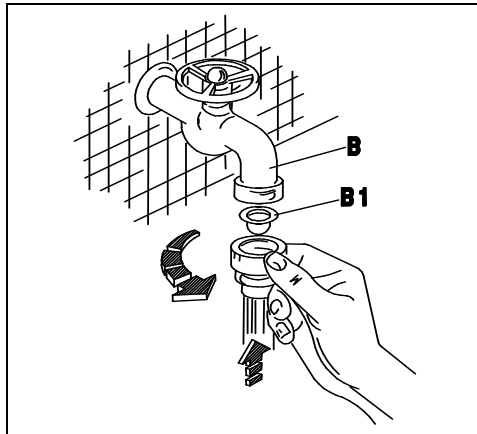
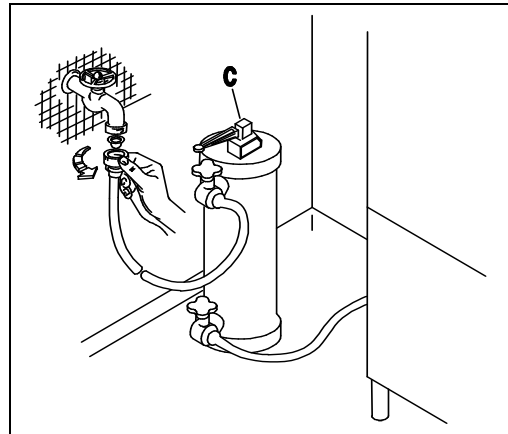
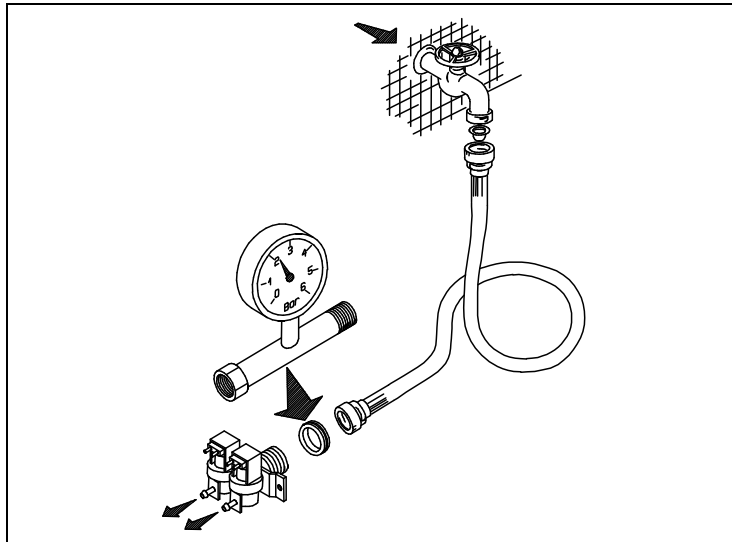
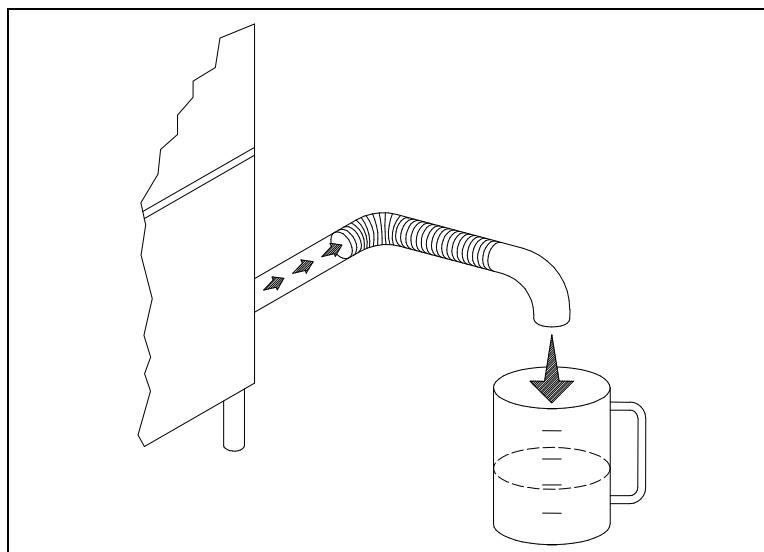

Fig. 2-2
Fig. 2-3
Fig. 2-4
Fig. 2-5
- L'apparecchio è previsto per l'allacciamento all'acqua fredda o calda (max 50 ÷ 55°C), con una pressione a valvola aperta come indicato nella Tab. 2-1. In caso di pressione superiore alla massima consigliata, bisogna installare un riduttore di pressione. In caso di pressione inferiore alla minima consigliata, bisogna installare una pompa di aumento pressione di max 0.5 Hp, con una portata di 20 L/min ed una prevalenza di 15÷20 mt. Il controllo della pressione deve essere effettuato all'ingresso dell'elettrovalvola (ved. fig.2-4). La condotta dell'acqua deve avere un diametro interno di almeno 16/18 mm (ved.fig.2-5). Collegare il tubo di carico acqua dell'apparecchio ad un rubinetto d'intercettazione (B), posto preferibilmente nelle immediate vicinanze dell'apparecchio, interponendo l'apposito filtro in dotazione (B1) (ved. fig.2-2). Per acque con durezza media superiore ai 10/12°F (5,5/7°D) è consigliata l'installazione di un decalcificatore (C) (non in dotazione), montato a monte dell'elettrovalvola della macchina (ved. fig.2-3).
- The appliance is designed for connection to the cold or hot water supply (max. 50 55°C) at a mains pressure with the valve open as shown in Table 2-1 and a minimum output of 10 litres/min. If pressure exceeds the maximum, fit a pressure reducer. If pressure is lower than the minimum, fit a pressure booster pump of max. 0.5 HP, with an output of 20 litres/min. and a head of 15÷20 metres. Pressure must be measured at the solenoid valve inlet (see fig. 2-4). The water pipes must have an internal diameter of at least 16/18 mm (see fig. 2-5). Connect the appliance water supply pipe to a cut-out tap (B), preferably placed close to the appliance, fitting the special filter provided (B1) (see fig. 2-2). For water with medium hardness above 10/12°F (5,5/7°D), installation of a decalcifier (C) (not provided) is recommended, assembled upstream of the machine's electrovalve (see fig. 2-3).
- Das Gerät ist für den Anschluss an Warm-und Kaltwasser (max. 50-55°C) vorgesehen, wobei der Druck bei offenem Ventil dem in Tab. 2-1. Bei höherem Druck als dem empfohlenen einen Druckminderer installieren. Bei niedrigeren Druck als empfohlen eine Druckerhöhungspumpe mit max. 0,5 PS , einer Förderleistung von 20l/min und einer Förderhöhe von 15-20m installieren. Die Druckkontrolle muss am Eingang des Elektroventils erfolgen (siehe Bild 2-4). Die Wasserleitung muss einen Innendurchmesser von mindestens 16/18 mm aufweisen (siehe Bild 2-5). Den Zulaufschlauch des Gerätes an einen möglichst nahegelegenen Wasserhahn (B) anschliessen und den vorgesehenen Filter (B1) anbringen (siehe Bild 2-2). Für Wasser mit einer durchschnittlichen Härte von 10/12°F (5,5/7°D) wird die Installation eines Entkalkers (C) empfohlen (nicht im Lieferumfang enthalten), der oben am Elektroventil der Maschine montiert wird (siehe Bild 2-3).
- L'appareil peut être raccordé à l'eau froide ou chaude (50:55°C max) à une pression, soupape ouverte, comme indiqué dans le tableau 2-1. Si la pression dépasse la pression maximum conseillée, il faut installer un réducteur de pression. Si la pression est inférieure à la pression minimum conseillée, il faut installer une pompe pour faire augmenter la pression de 0,5 Hp max., à un débit de 20 litres /min et à une hauteur d'élévation de 15-20 m. Le contrôle de la pression sera effectué à l'entrée de l'électrovanne (voir fig. 2-4). Les conduites d'eau auront un diamètre interne d'au moins 16/18 mm (voir fig. 2-5). Raccorder la conduite d'arrivée de l'eau de l'appareil à un robinet secondaire (B), installé si possible tout près de l'appareil, après avoir intercalé le filtre spécial fourni (B1) (voir fig. 2-2). Pour une eau d'une dureté moyenne supérieure à 10/12°F (5,5/7°D) il est conseillé d'installer un détartreur (C) (non fourni), monté en amont de l'électrovanne de la machine (voir fig. 2-3).
- Este aparato se puede alimentar con agua caliente o fría (máx. 50 ÷ 55°C); la presión del agua con válvula abierta está indicada en la tabla 2-1. En caso de que la presión fuera superior a la máxima que se aconseja, instale un reductor de presión; si fuera demasiado baja, instale una bomba de aumento de presión de 0,5 Hp (máximo), con un caudal de 20 litros por minuto y una altura de elevación de 15 a 20 m. El control de la presión se debe efectuar en la entrada de la electroválvula (véase fig. 2-4). La tubería del agua debe tener un diámetro interior de 16-18 m. por lo menos (véase fig. 2-5). Conecte el tubo de alimentación del agua del aparato a un grifo de paso (B), que irá montado preferentemente muy cerca del aparato, tras interponer el filtro (B1) del equipamiento base (véase fig. 2-2). Para aguas con dureza media inferior a los 10/12°F (5,5/7°D) se recomienda instalar un descalcificador (C) (no incluido en el suministro), instalado aguas arriba la electroválvula del equipo (véase fig. 2-3).
- O aparelho é predisposto para ser alimentado com água fria ou quente (máx 50-55°C), com uma pressão, com a válvula aberta, como indicado na Tab. 2-1 e com um fluxo de 10 lt/min. No caso de uma pressão superior à máxima indicada, é necessário instalar um redutor de pressão. No caso de a pressão ser inferior à indicada, é necessário instalar uma bomba de máx 0,5 Hp, com um fluxo de 20 lt/min. O controle da pressão deve ser efetuado na entrada da electroválvula (ver figura 2-4). O tubo de água ou mangueira deve ter um diâmetro interno de pelo menos 16/18 mm (ver fig. 2-5). Conectar o tubo de alimentação de água do aparelho à uma torneira de fechamento manual (B), colocada de preferencia proxima ao aparelho, conectando o filtro em dotação (B1) (ver fig. 2-2). Para a água com dureza média abaixar a 10/12 ° F (5,5 / 7 ° D) recomendamos a instalação de um purificador de água (C) (não incluído na entrega), a válvula solenóide instalado a montante do equipamento (ver fig. 2-3).
- Het apparaat is geschikt voor aansluiting op warm of koud water (max. 50 - 55°C), met een druk bij geopend ventiel zoals aangegeven in Tab. 2-1. Bij een hogere druk dan de geadviseerde maximum druk moet er een drukregelaar geïnstalleerd worden. Bij een lagere druk dan de geadviseerde minimum druk moet een drukverhogingspomp van max. 0,5 HP geïnstalleerd worden met een opbrengst van 20 l/min en een opvoerhoogte van 15-20 m. De controle van de druk moet op de ingang van het elektroventiel gecontroleerd worden (zie afb. 2-4). De waterslang moet een inwendige diameter van ten minste 16/18 mm hebben (zie afb. 2-5). Sluit de watertoevoerslang van het apparaat aan op een afsluitkraan (B) die bij voorkeur dicht bij het apparaat geplaatst moet zijn en zet het speciale meegeleverde filter (B1) ertussen (zie afb. 2-2). Voor water met een gemiddelde hardheid boven de 10/12 ° F (5,5 / 7 ° D), wordt de installatie van een ontkalker (C) (niet meegeleverd) aanbevolen, stroomopwaarts van electroklep de machine gemonteerd (zie afb. 2-3).